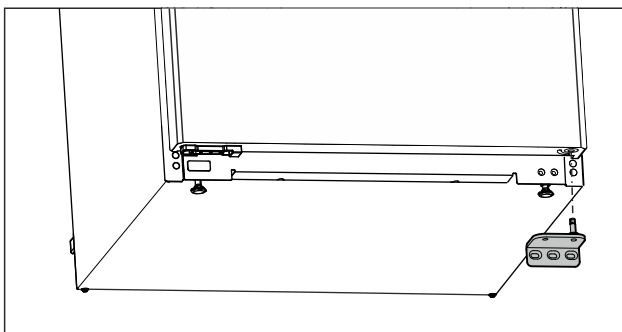

Fig. 13
- Retirer le support de palier vers le bas. (voir Fig. 13)